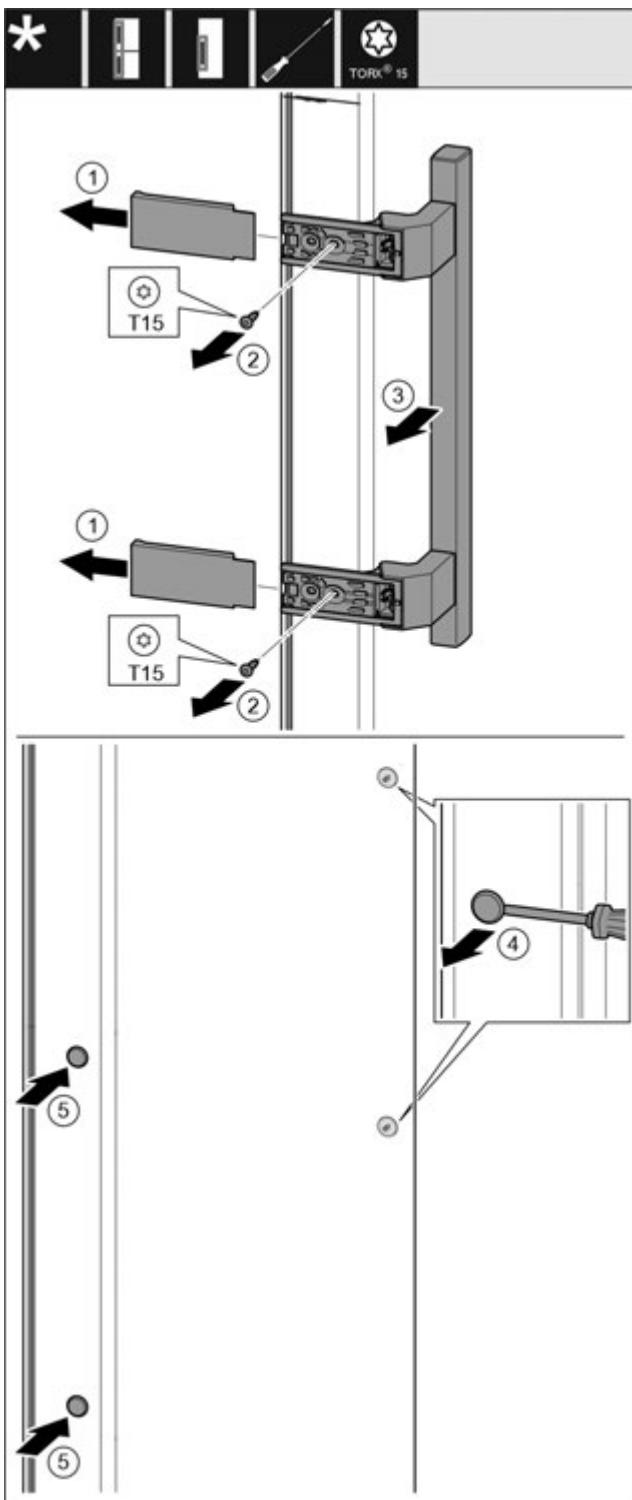

Fig. 39
- Зніміть кришку. Fig. 39 (1)
- Викрутіть гвинти за допомогою викрутки T15. Fig. 39 (2)
- Зніміть ручку. Fig. 39 (3)
- За допомогою шліщевої викрутки обережно підійміть бокову пробку та витягніть її. Fig. 39 (4)
- Знову вставте пробку з іншого боку. Fig. 39 (5)